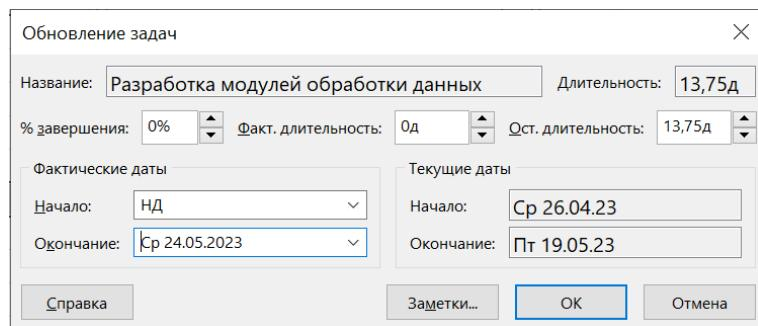

Рисунок 20 – Учет фактических параметров 1
- разработка модулей обработки данных завершилась 24.05.2023 (рисунок 20);